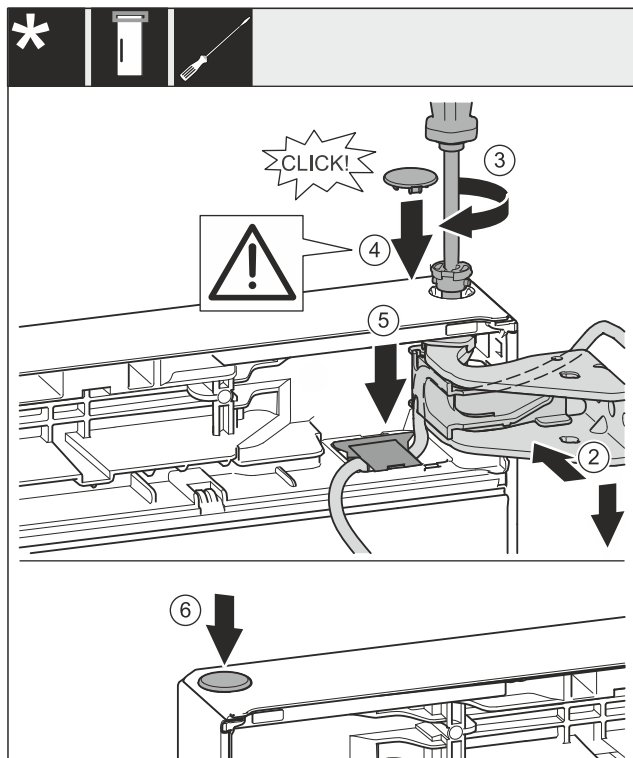

Fig. 31
- ▶ Allineare la porta superiore all'apertura nel blocco di supporto. Fig. 31 (2)
- ▶ Inserire i perni e serrarli con il cacciavite T15. Fig. 31 (3)
- ▶ Montare la copertura del fusibile sulla porta: Inserire la copertura del fusibile e controllare se appoggia sulla porta. Altrimenti inserire completamente i perni. Fig. 31 (4)
- ▶ Inserire la copertura e spingere verso il basso, finché si innesta. Fig. 31 (5)
- ▶ Inserire il tappo. Fig. 31 (6)